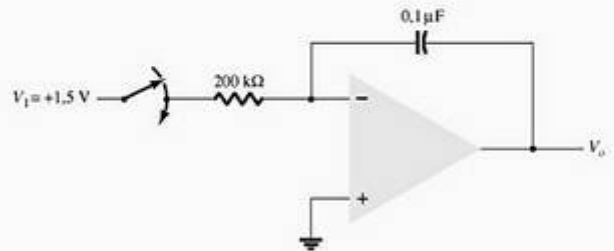

Figura 13.49 Problema 12.
12. Esboce a forma de onda de saída resultante na Figura 13.49.